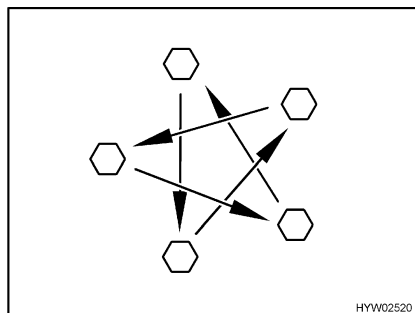

Bild 171 Dra åt hjulmuttrarna eller hjulbultarna korsvis
- Kontrollera regelbundet att hjulmuttrarna eller hjulbultarna är ordentligt åtdragna. Om du har bytt däck ska hjulmuttrarna eller hjulbultarna dras åt efter 5 mils körning (Bild 171). Åtdragningsmoment, se avsnitt 14.5.1.
- Då nya eller nylackerade fälgar används bör hjulmuttrarna eller hjulbultarna dras åt efter ca 100 till 500 mil (Bild 171).